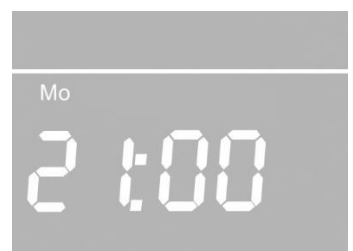

Abbildung 4 - SC Preheater
- Taste drücken, um Minutenzahl zu bestätigen, das Display zeigt die Standardanzeige (Abbildung 4)
→  Taste drücken, um Dauer zu bestätigen, das Display zeigt die Standardanzeige (Abb. 4)
- ↵ Taste drücken, um Stundenzahl zu bestätigen: das Display zeigt die Standardanzeige (Abbildung 4)
-  Taste drücken, um Vorwahlzeit zu deaktivieren: Im Display erscheint die Standardanzeige (Abbildung 4)